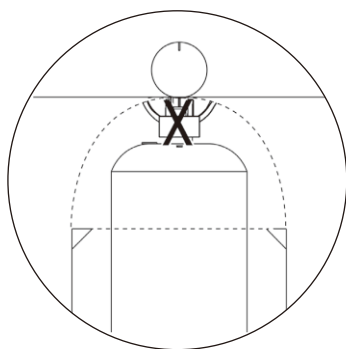

Figura 6
4. Fare riferimento al diagramma per una corretta installazione (vedere Figura 6).